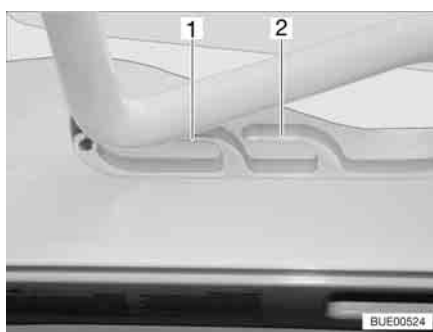
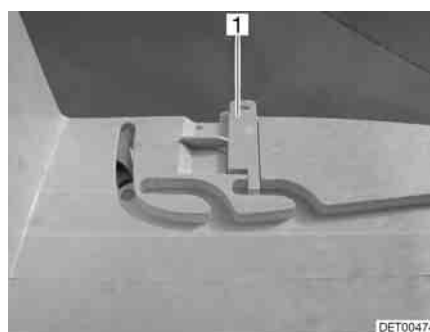

Fig. 56 Oblò Heki in posizione di ricircolo d'aria
Fig. 57 Bloccaggio della posizione di ricircolo d'aria
È possibile portare l'oblò Heki in due posizioni di ricircolo d'aria: Posizione brutto tempo (Fig. 56,1) e posizione centrale (Fig. 56,2). A seconda del modello è possibile bloccare l'oblò nella posizione centrale con il chiavistello (Fig. 57,1).
- Premere la staffa leggermente verso l'alto, spingerla nella guida selezionata (Fig. 56,1 o 2) ed eventualmente bloccarla.